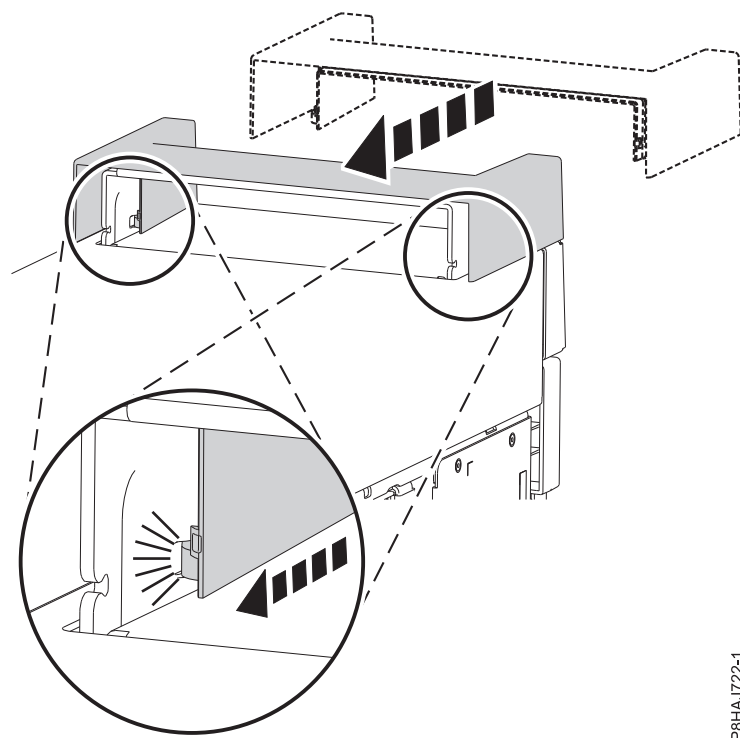

Figura 59. Protegendo a tampa da alça em um sistema 8286-41A independente
1. Proteja a tampa da alça da estação de acoplamento RDX interna (FC EUA3) arrastando-a para a parte traseira do sistema. Consulte o Figura 59.